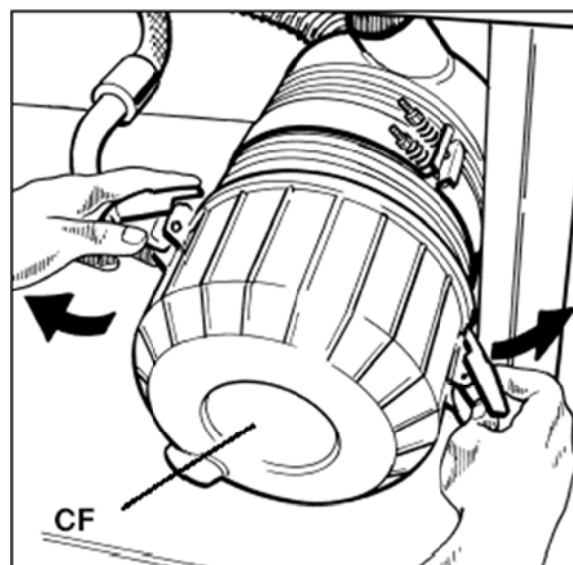

рис.12
- Снять фронтальную часть корпуса фильтра **CF**, нажав на два крепежных зажима (рис.12).